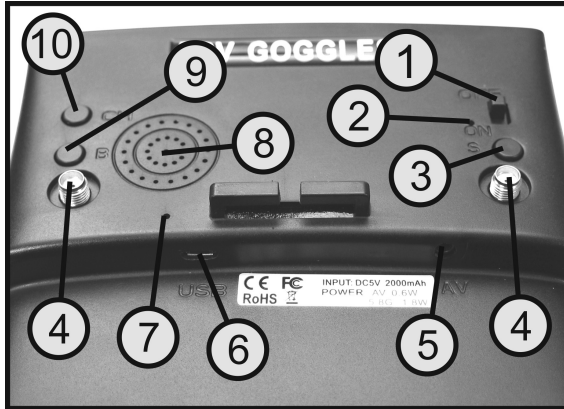
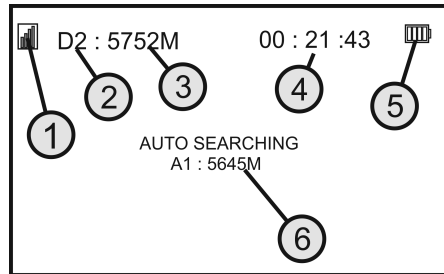

Bild 22
Bild 24
Schalten Sie die FPV-Brille mit Hilfe des Funktionsschalters (siehe Bild 22, Pos. 1) ein. Neben dem Funktionsschalter leuchtet eine blaue LED (siehe Bild 22, Pos. 2) und zeigt Ihnen so die Stromversorgung der Videobrille an.
Drücken und halten Sie die Drucktaste für den Kanalsuchlauf (siehe Bild 22, Pos. 10) solange, bis die Anzeige für den Suchlauf (siehe Bild 24, Pos. 6) im Display erscheint.
Alternativ zum automatischen Suchlauf kann die Monitorbrille auch manuell eingestellt werden. Mit Hilfe der Drucktaste für die Frequenzband-Umschaltung (siehe Bild 22, Pos. 9) können Sie die Frequenzbänder (A – F) auswählen. Mit der Drucktaste für die Kanal-Umschaltung (siehe Bild 22, Pos 3) können Sie die Kanäle (z.B. A1 – A8) manuell umschalten.
Bei jedem Tastendruck verändert sich der Einstellwert und kann im Display (siehe Bild 24, Pos. 2 und 3) abgelesen werden. Wenn der letzte einstellbare Wert erreicht wurde, wird beim nächsten Tastendruck der erste einstellbare Wert angezeigt.
Betätigen Sie kurz die Drucktaste für das Einstellmenü bzw. den Kanalsuchlauf (siehe Bild 22, Pos. 10). Im Display wird der Wert für die Helligkeit und ein dazugehöriges Balkendiagramm (1) angezeigt.
Mit der Drucktaste für die Frequenzband-Umschaltung (siehe Bild 22, Pos. 9) kann der aktuell eingestellte Wert verringert werden. Mit der Drucktaste für die Kanal-Umschaltung (siehe Bild 22, Pos. 3) kann der Wert vergrößert werden.
Um zum nächsten Menüpunkt zu wechseln und die zuvor gemachte Einstellung zu speichern, betätigen Sie erneut die Drucktaste für das Einstellmenü bzw. den Kanalsuchlauf (siehe Bild 22, Pos. 10).